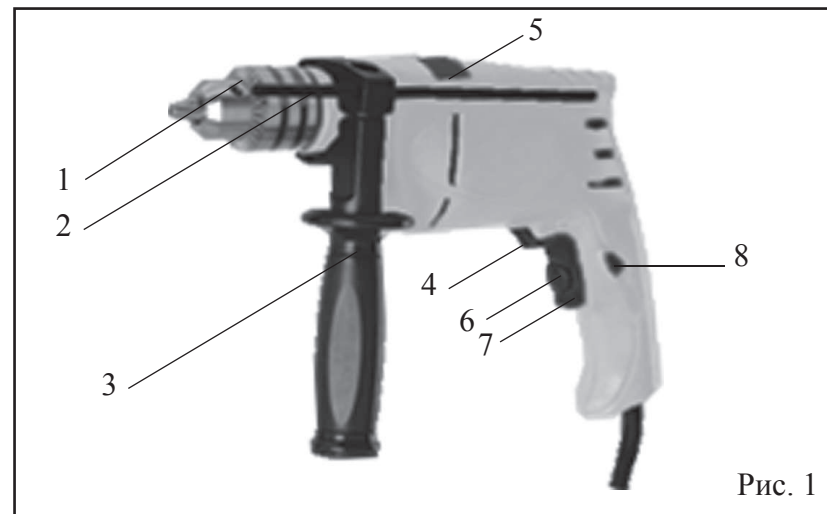

Рис. 1
7.1 После установки рабочего инструмента можно приступать к выполнению работ. Дрель имеет два режима работы - вращательный и ударно-вращательный, с возможностью регулировки скорости вращения и его направления. Скорость вращения плавно регулируется от 0 до максимума регулятором 6 (см. рис. 1). Режим работы (ударный/ударно-вращательный) устанавливается переключателем 5.